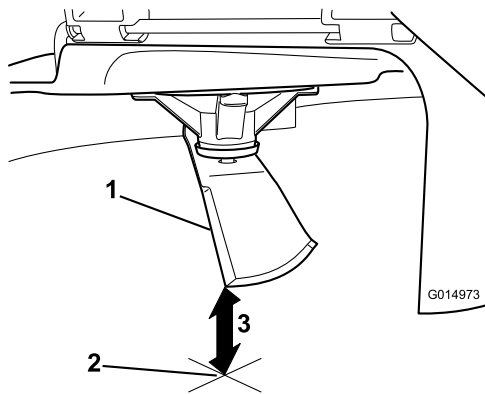

Bild 64
3. Messen Sie von der Messerspitze bis zu ebenen Fläche (Bild 64).